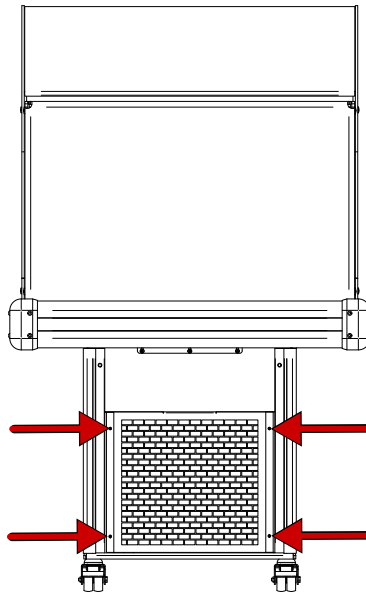

Fig.18
- utilizzando un cacciavite, svitare le 4 viti poste sul lato anteriore dell'espositore (Fig.18) e togliere il pannello in lamiera ;